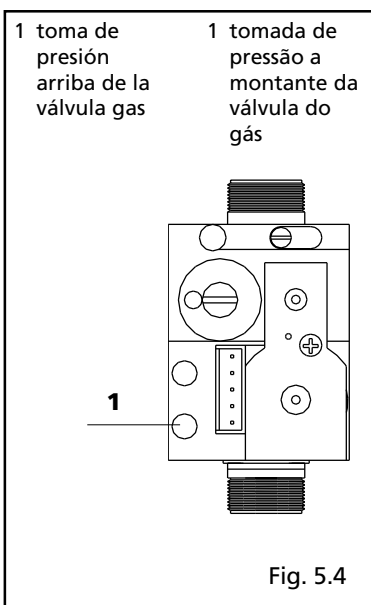

Fig. 5.4
- Desenroscar por unas dos vueltas el tornillo de la toma de presión arriba de la válvula gas (fig. 5.4) y conectar el manómetro
- Desaparafuse, dando cerca de duas voltas, o parafuso da tomada de pressão a montante da válvula do gás (fig. 5.4) e conecte o manómetro